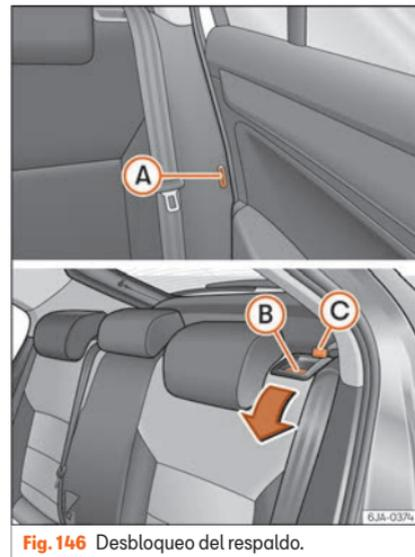

Fig. 146 Desbloqueo del respaldo.
- Introduzca la lengüeta del cinturón de seguridad en el agujero (A) » fig. 146 situado en el lado correspondiente del vehículo – posición de seguridad.
- Pulsando la tecla de bloqueo (B), desbloquee el respaldo y abátalo hacia delante.